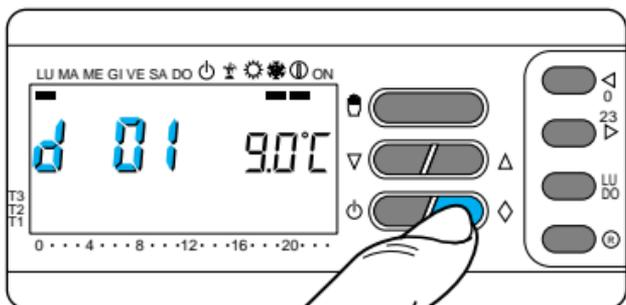

Fig. 59
**10.5** - Pulse dos veces el botón  (fig. 59).